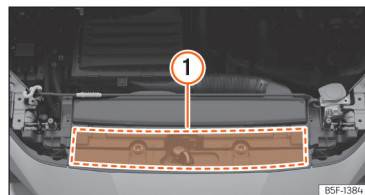

Abb. 226 Im Motorraum: Position des Aufklebers mit Motoröl-Spezifikationen
»» [Abb. 226] ① Bei Verwendung des empfohlenen Motoröls kann das Motoröl so oft wie erforderlich nachgefüllt werden.